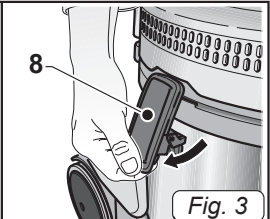
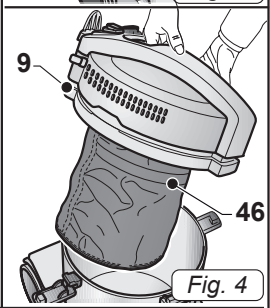

Fig. 3
Fig. 4
- Sganciare le leve (8 Fig.3) e rimuovere il coperchio (9 Fig.4) completo di gruppo motore.
- Controllare che sia presente il filtro in Nylon (46 Fig. 4).
- Rimontare il coperchio e bloccarlo tramite le leve (8 Fig.3).